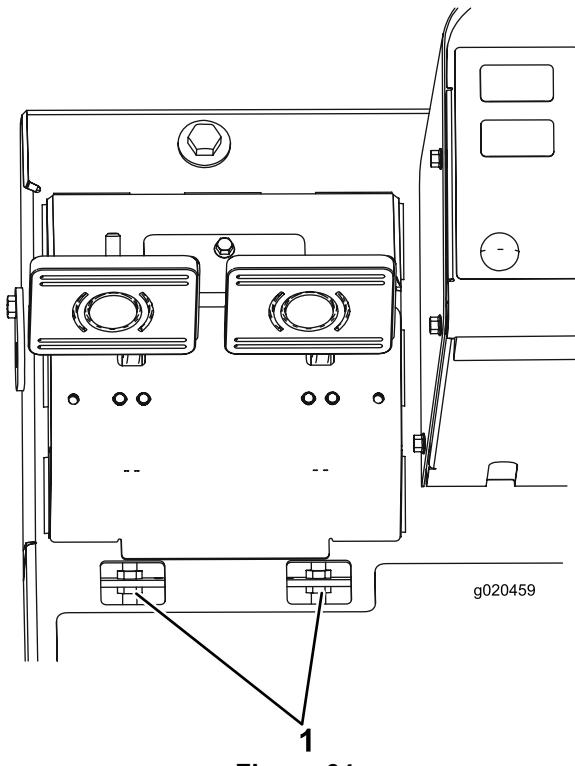

Figura 64
- B. Afloje la tuerca delantera del extremo roscado del cable de freno (Figura 64).